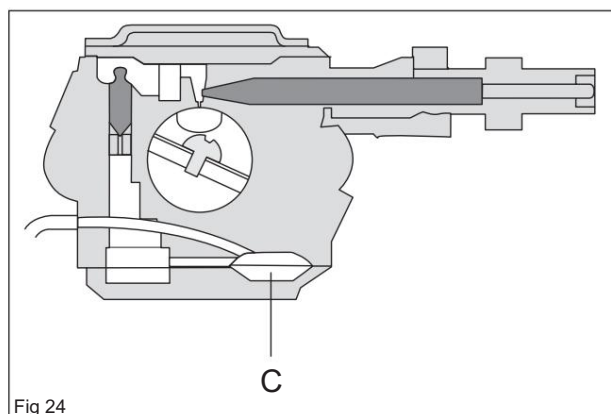

Fig 24
Dans l'unité de pompe (C), le carburant est pompé du réservoir de carburant vers l'unité de dosage. Un côté du diaphragme de la pompe est relié au carter et pulse au rythme des changements de pression dans le carter. L'autre côté du diaphragme pompe le carburant. (voir figure 24)